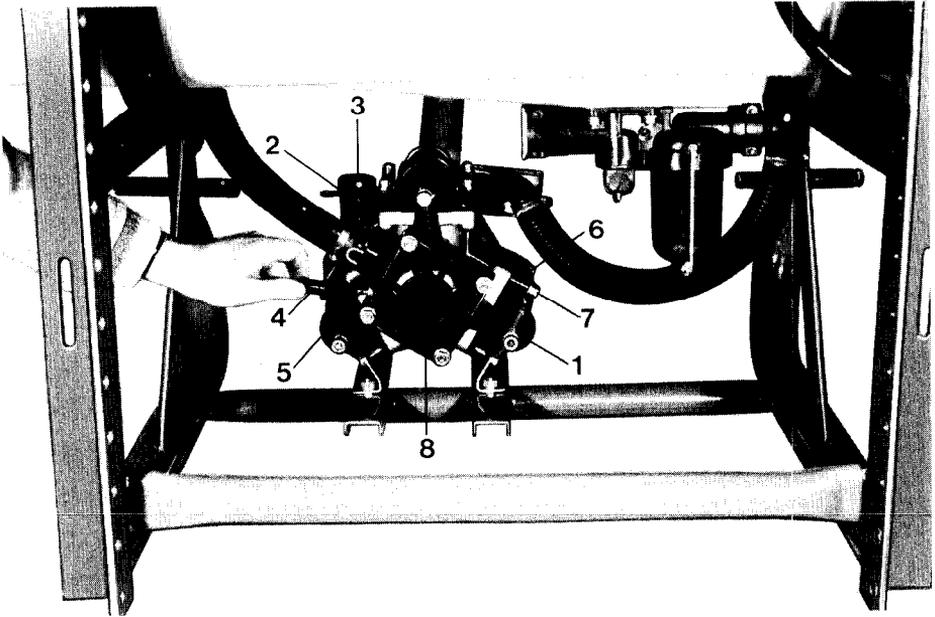
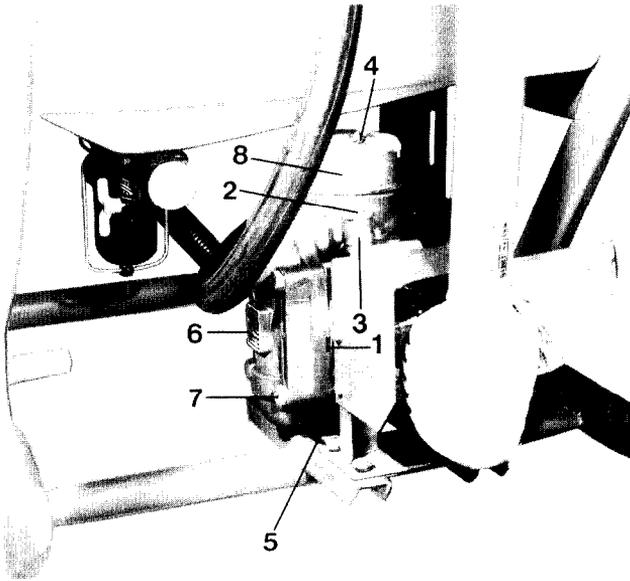
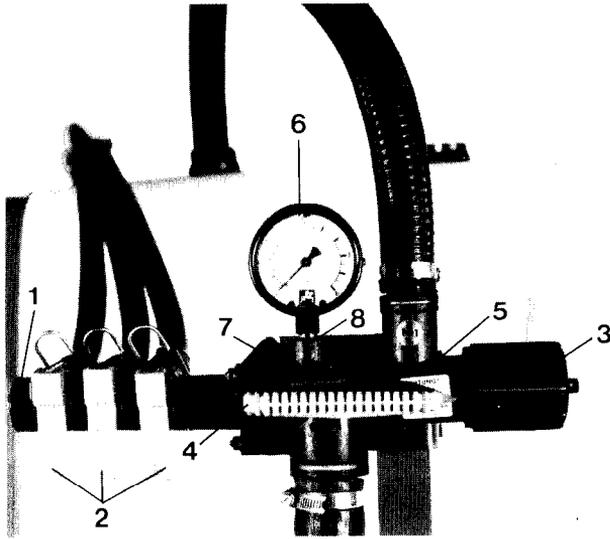

Fig. 25
Fig. 26
Fig. 28
Bei der vorliegenden Pumpe (Fig. 25/1) handelt es sich um eine Drei-Kolben-Membranpumpe. Alle Teile, die mit Spritzmitteln in Berührung kommen, sind aus Spritzgußaluminium mit Kunststoffbeschichtung bzw. aus Kunststoff hergestellt. Die Pumpe kann daher auch zum Ausbringen von Flüssigdüngern benutzt werden.
Bei nicht laufender und waagrecht stehender Pumpe nachprüfen, ob das Öl immer bis zur Marke (Fig. 25/2) reicht. Zum Nachfüllen von Öl den Deckel (Fig. 25/3) entfernen. Verwenden Sie nur ein Markenöl mit der Viskosität von 20 W/30.
Nach Entfernen der Schutzkappe (Fig. 25/4) mittels Manometer am Ventil (Fig. 25/5) prüfen, ob der richtige Luftdruck vorhanden ist.
Die Pumpe (Fig. 25/1) darf nicht mit mehr als 550 U/min angetrieben werden. Der Betriebsdruck darf 20 bar nicht übersteigen.
Nach 400 bis 450 Betriebsstunden, mindestens jedoch einmal jährlich, muß das Öl gewechselt werden. Hierzu wird die Pumpe (Fig. 25/1) ausgebaut, der Deckel (Fig. 25/3) entfernt und die Pumpe (Fig. 25/1) auf den Kopf gestellt. Das alte Öl läuft bei Drehen der Antriebswelle per Hand völlig aus.
Die Pumpe (Fig. 25/1) wird waagrecht gestellt und das Öl langsam eingefüllt. Dazu muß die Antriebswelle von Hand wechselweise nach rechts und nach links gedreht werden, damit eventuell Luft, die sich unter den Membranen befindet, entweichen kann. Sollte sich nach einigen Betriebsstunden herausstellen, daß zu wenig Öl aufgefüllt wurde, so muß die fehlende Menge nachgefüllt werden. Viskosität 20 W/30 beachten!
Vor dem Ölwechsel sollte man die Membranen auf ihren Zustand überprüfen. Hierzu werden die Kopfstücke (Fig. 25/6), die Schrauben und Scheiben (Fig. 25/7) herausgeschraubt und die Membranen überprüft. Falls diese verschlissen sind, müssen sie durch neue Membranen ersetzt werden.
Bei der vorliegenden Pumpe (Fig. 26/1) handelt es sich um eine Zwei-Kolben-Membranpumpe. Alle Teile, die mit Spritzmitteln in Berührung kommen, sind aus Spritzgußaluminium mit Kunststoffbeschichtung oder aus Kunststoff hergestellt. Die Pumpe (Fig. 26/1) kann daher auch zum Ausbringen von Flüssigdünger benutzt werden.
Bei nicht laufender und waagrecht stehender Pumpe (Fig. 26/1) prüfen, ob der Ölspiegel zwischen den Markierungen MAX und MIN liegt. Zum Nachfüllen von Öl den Peilstab (Fig. 26/2) herausziehen und das Öl durch den Stutzen (Fig. 26/3) einfüllen. Verwenden Sie nur Motoröl SAE 40 oder Getriebeöl SAE 90.
Nach Entfernen der Schutzkappe am Ventil (Fig. 26/4) mittels Manometer prüfen, ob der richtige Luftdruck vorhanden ist.
Die Pumpe (Fig. 26/1) darf nicht mit mehr als 600 U/min angetrieben werden. Der Betriebsdruck darf 20 bar nicht übersteigen.
Alle 50 Stunden, mindestens einmal jährlich, muß das Öl gewechselt werden. Hierzu wird die Ölablaßschraube (Fig. 26/5) entfernt. Durch Drehen der Antriebswelle per Hand läuft das alte Öl völlig aus.
Zunächst wird die Ölablaßschraube (Fig. 26/5) wieder eingesetzt. Das Öl wird durch den Stutzen (Fig. 26/3) eingefüllt, wobei die Antriebswelle von Hand wechselweise nach rechts und nach links zu drehen ist, damit eventuelle Luft, die sich unter den Membranen befindet, entweichen kann. Sollte sich nach einigen Betriebsstunden herausstellen, daß zu wenig Öl aufgefüllt wurde, so ist die fehlende Menge nachzufüllen. Es soll normales Motoröl SAE 40 oder Getriebeöl SAE 90 verwendet werden.
Vor dem Ölwechsel sollte man die Membranen auf ihren Zustand überprüfen. Hierzu werden die Kopfstücke (Fig. 26/6), die Schrauben und Scheiben (Fig. 26/7) herausgeschraubt und die Membranen überprüft. Falls sie verschlissen sind, müssen sie durch neue Membranen ersetzt werden.
Spannschraube (Fig. 28/1) vorsichtig nachziehen (maximal eine Umdrehung), bei weiterer Undichtigkeit Spannschraube (Fig. 28/1) ganz lösen und sicherheits- halber alle Dichtungen zwischen den Hähnen (Fig. 28/2) ersetzen.
Am Regler über die Reguliermutter (Fig. 28/3) geringen Druck einstellen. Teilbreiten über die Hähne (Fig. 28/2) schließen, Schaltgriff (Fig. 28/4) auf „Spritzen“ stellen. Bei dieser Schaltposition dürfen im Behälter bei Betrieb der Pumpe keine Luftblasen hochperlen. Treten Luftblasen auf, Saugleitungen bei laufender Pumpe bewegen und abtasten. Undichte Stellen werden so deutlich erkennbar.
Bei Wiedereinschaltung des Spritzgestänges über den Schaltgriff (Fig. 28/4) tritt plötzlich ein geringerer Spritzdruck auf (bei gleicher Zapfwellendrehzahl). Der Regelschieber (Fig. 28/5) klemmt, bzw. am Regelschieber (Fig. 28/5) ist einer der Führungszapfen abgebrochen.
Das Spritzgestänge läßt sich über den Schaltgriff (Fig. 28/4) nicht mehr einschalten, und das Manometer (Fig. 28/6) zeigt einen höheren Spritzdruck an, obwohl an den Spritzdüsen weniger Spritzbrühe austritt. Der Steuerschieber (Fig. 28/7) wird durch den Schaltgriff (Fig. 28/4) nicht mehr bewegt. Schaltmechanismus überprüfen.
6.6.2.4.1 Defektes Manometer (Fig. 28/6) bzw. Spridometer (Fig. 13/1) austauschen, wenn der Zeiger bei abgeschalteter Pumpe nicht auf 0 zurückgeht bzw. bei starker Korrosion durch Flüssigdünger am Gewindestutzen des Manometers.
6.6.2.4.2 Keine Druckanzeige bei neuem Manometer (Fig. 28/6) bzw. Spridometer (Fig. 13/1)
Durchgang (Fig. 28/8) von Manometer- bzw. Spridometer-Anschluß am Reglergehäuse durch Fremdkörper (poröse Dichtung) verstopft.
Falscher Luftdruck auf dem Druckspeicher (Fig. 25/8 und Fig. 26/8) an der Pumpe (Fig. 25/1 und Fig. 26/1):
Bei Pumpenstillstand den Luftdruck auf ca. 5 bar erhöhen. Wird dieser Wert nicht erreicht, ist die Druckspeichermembrane im Druckspeicher (Fig. 25/8, Fig. 26/8) gerissen und muß erneuert werden. Danach die Pumpe (Fig. 25/1, Fig. 26/1) mit Nenn Drehzahl laufen lassen und das Spritzgestänge einschalten. Den Spritzdruck langsam bis ca. 7 bar erhöhen. Der Zeiger des Manometers (Fig. 28/6) bzw. des Spridometers (Fig. 13/1) verhält sich in einem Druckbereich von 4–5 bar besonders ruhig. Durch stufenweises Absenken des Druckspeicher-Luftdrucks (von Hand) läßt sich der „ruhige Anzeigebereich“ nach unten in den Bereich der üblichen Spritzdrücke (2–4 bar) verschieben.